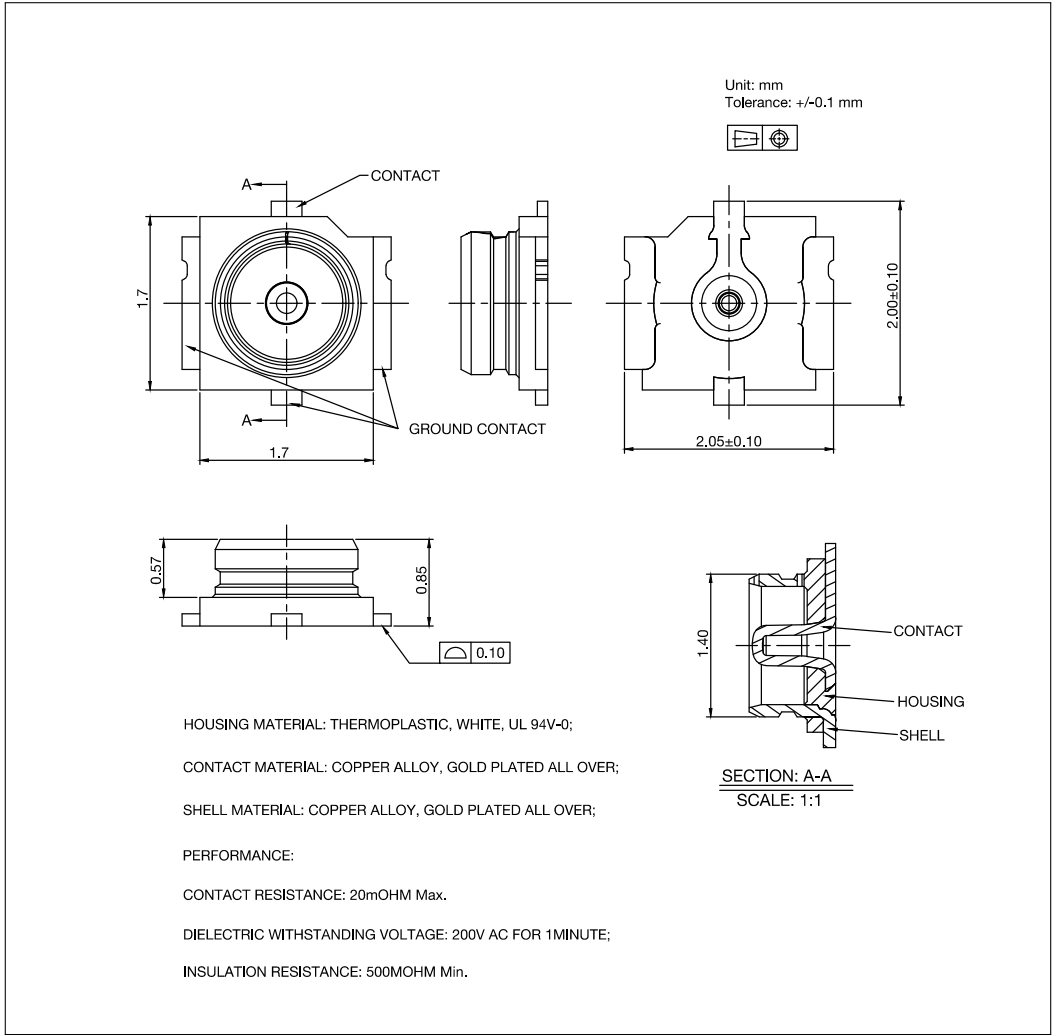

图 10-3. 外部天线连接器尺寸图
ESP32-C6-MINI-1U 采用图 10-3 外部天线连接器尺寸图 所示的第三代外部天线连接器，该连接器兼容：
- 接口规格与模组天线连接器接口匹配，参考图 10-3 外部天线连接器尺寸图